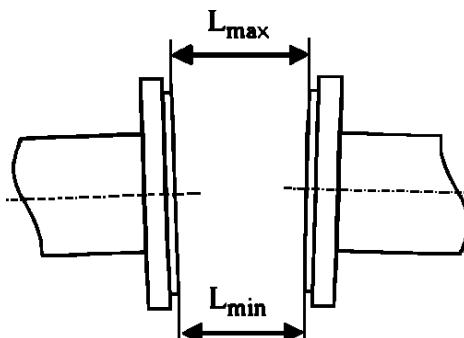

Рисунок 17 - Положение фланцев
- Фланцы трубопровода должны располагаться параллельно относительно друг друга. Максимальное допустимое отклонение: $L_{max} - L_{min} \leq 0,5$ мм (см. рис.17).